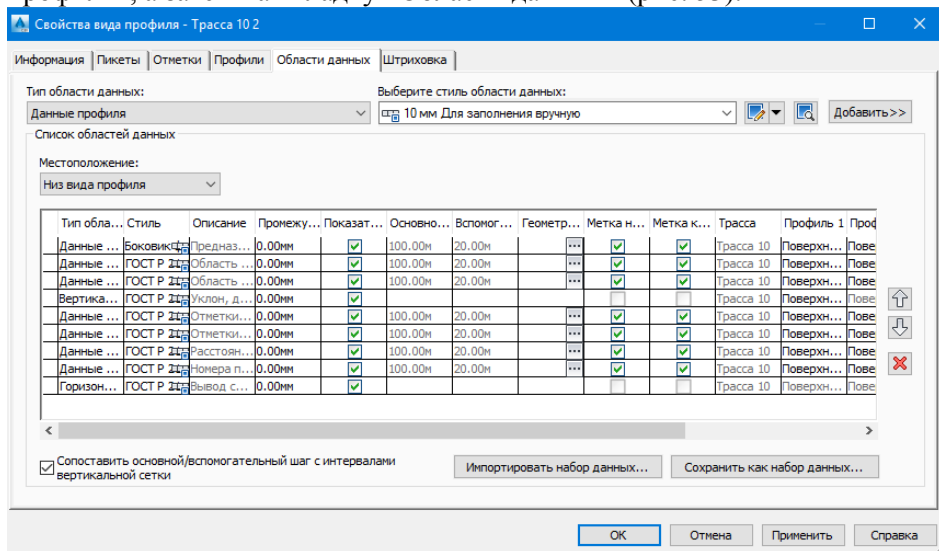

Рис. 53. Вкладка «Области данных» в блоке «Свойства вида профиля»
5. Для исправления необходимо выделить вид профиля, с помощью правой кнопки мыши перейти на строчку «Свойства вида профиля», а затем на вкладку «Области данных» (рис. 53).